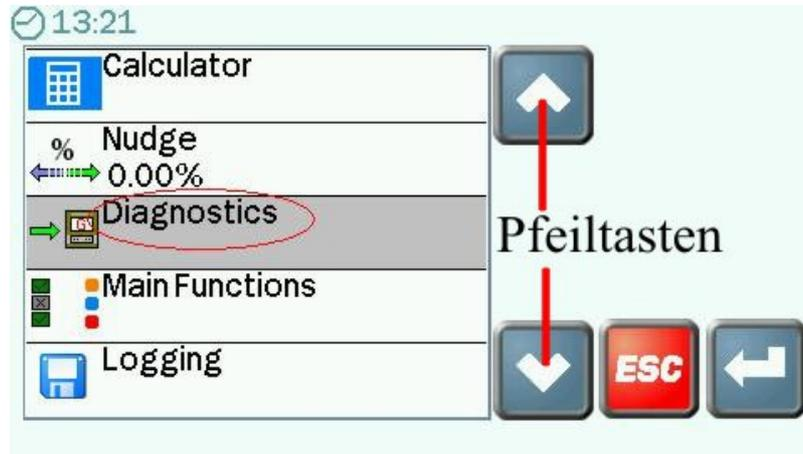
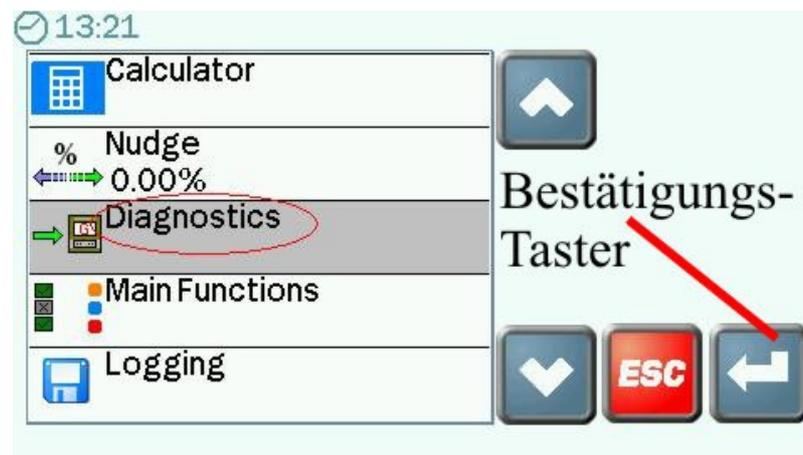
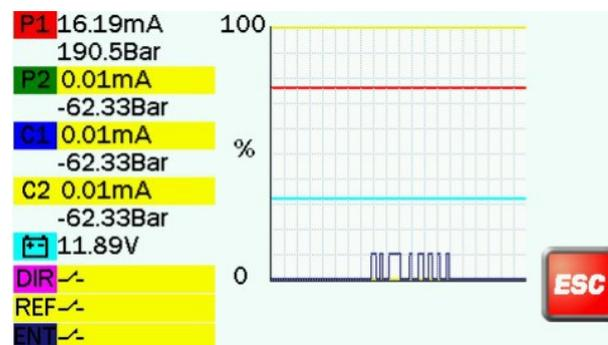

Abbildung 38: Pfeiltasten
Abbildung 39: Bestätigungstaster
Abbildung 40: Dargestelltes Diagnosebild
2. Nun wählen Sie auf dem Gerät das („Setup“ – Menü Bild 38) aus und gehen mit Hilfe der Pfeiltasten (Bild 39) nach unten und Suchen den Abschnitt „Diagnostics“ (Eingabe Prüfen). Anschließend mit der Bestätigungstaste (Bild 40) bestätigen um ins Menü zu gelangen.
3. Die Diagnose wird angezeigt und der Verlauf grafisch dargestellt (Bild 40)